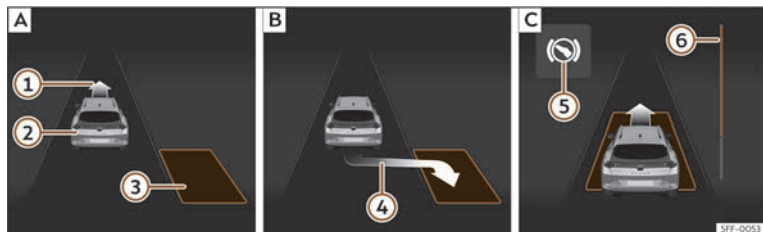
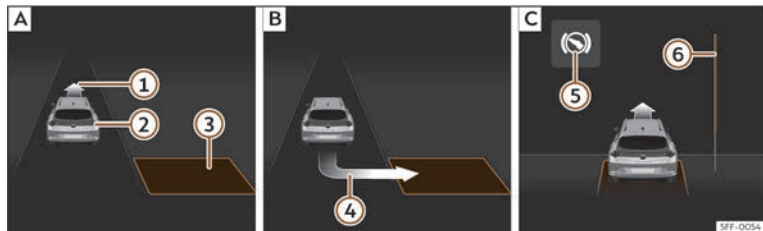

Fig. 152 A la pantalla del quadre d'instruments: aparcar en línia. **[A]**: Cercar un espai d'aparcament. **[B]**: Posició per aparcar. **[C]**: Maniobrar.
Fig. 153 A la pantalla del quadre d'instruments: aparcar en bateria. **[A]**: Cercar un espai d'aparcament. **[B]**: Posició per aparcar. **[C]**: Maniobrar.
- Mireu la visualització de la pantalla del quadre d'instruments si s'ha detectat l'espai en qüestió com a "apropiat" i si s'ha arribat a la posició correcta per aparcar-hi >>> **fig. 152 [B]** o
>>> **fig. 153 [B]**. L'espai es considera "apropiat" si a la pantalla del quadre d'instruments hi apareix la indicació d'aparcar ④.
- Retrocediu fins que soni el senyal continu del ParkPilot; **O BÉ:** retrocediu fins que a la pantalla del quadre d'instruments aparegui la indicació de fer marxa endavant >>> **fig. 152** [C] o >>> **fig. 153** [C]; **O BÉ:** retrocediu fins que a la pantalla del quadre d'instruments aparegui el missatge **Park Assist finalizado**. La barra de progrés ⑥ indica la distància que cal recórrer.
- Trepitgeu el pedal del fre fins que el sistema d'aparcament assistit acabi de realitzar els girs del volant; **O BÉ:** fins que s'apagui el símbol ⑤ a la pantalla del quadre d'instruments.
- Feu marxa endavant fins que soni el senyal continu del ParkPilot; **O BÉ:** feu marxa endavant fins que a la pantalla del quadre d'instruments aparegui la indicació de fer marxa enrere. El sistema d'aparcament assistit dirigeix el vehicle marxa endavant i marxa enrere fins a centrar-lo en l'espai buit >>> **fig. 152** [C] o >>> **fig. 153** [C].
La barra de progrés >>> **fig. 152** ⑥ i >>> **fig. 153** ⑥ mostra simbòlicament a la pantalla del quadre d'instruments la distància relativa que queda encara per recórrer. Com més gran és la distància, més plena és la barra de progrés. En circular marxa endavant, el contingut de la barra de progrés disminueix cap amunt, i en circular marxa enrere, disminueix cap avall.